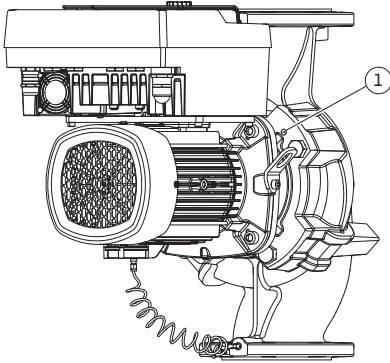

Fig. 12: Moottori-juoksupyöräyksikön painaminen ulos kierreikien kautta
5. Paina moottori-juoksupyöräyksikkö (katso Fig. 4) ulos pumpun pesästä. Pumpputyypistä riippuen (katso Fig. I...IV) on olemassa kaksi eri tapaa. Pumpputyypissä (Fig. III ja Fig. IV) avataan ruuvit (pos. 29). Käytä niiden vieressä olevia kahta kierreikää (Fig. 12, pos. 1) ja sopivia, asiakkaan hankkimia ruuveja (esim. M10 x 25 mm). Käytä pumpputyypissä (Fig. I ja Fig. II) kahta kierreikää M10 (Fig. 109). Käytä niihin sopivia ja asiakkaan hankkimia ruuveja (esim. M10 x 20 mm). Irti painamiseen voidaan käyttää myös uria (Fig. 109, pos. 2).